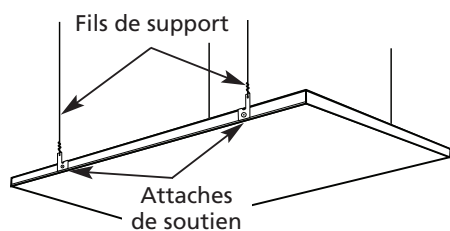
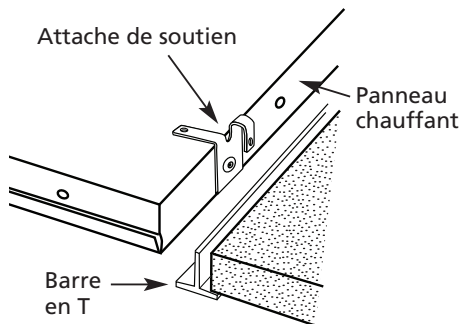

Figure 2
Figure 3
ATTENTION Pour éviter des blessures causées par une chute de panneaux, le cadre en T doit être fixé solidement à la structure de l'édifice et doit pouvoir supporter le poids du panneau (13,6 kg / 30 lb). Des trous supplémentaires ont été percés pour suspendre le panneau chauffant (voir la Figure 2) à des fils en acier d'un calibre minimum de 18 (diamètre de 1,2 mm / 0,047 po). Ce support supplémentaire fourni par les fils doit être utilisé aux endroits où la résistance du cadre en T est insuffisante ou si des vibrations sont prévues.
4. Les panneaux chauffants comportent quatre attaches de support/maintien situées sur chaque côté longitudinal du panneau chauffant. On peut utiliser ces attaches pour suspendre le radiateur à des fils (voir la Figure 2) ou les plier pour qu'elles s'accrochent à la structure de la barre en T (voir la Figure 3). Soulever avec précaution le panneau chauffant pour le mettre en place en s'assurant que les attaches de soutien s'accrochent de façon sécuritaire sur la barre en T (voir la Figure 3).